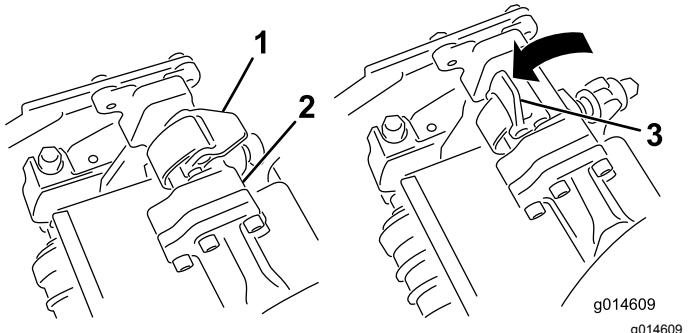
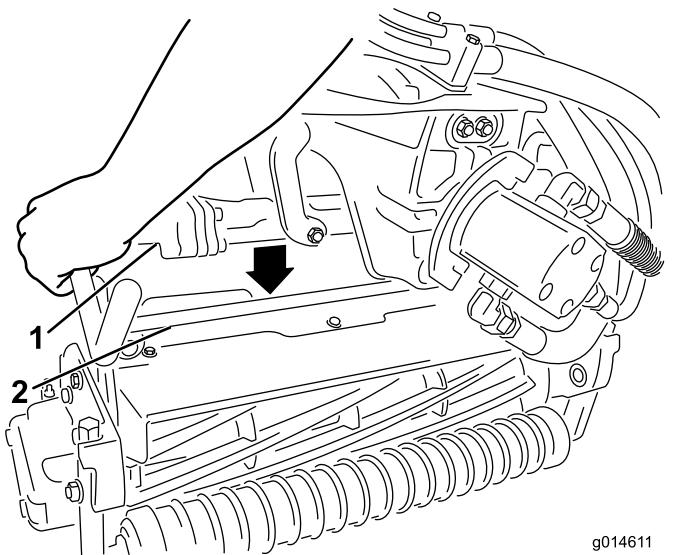

Figure 46
Figure 47
3. Les verrous de la barre de bras de suspension étant orientés en haut (c.-à-d. ouverts) (Figure 46), poussez le bras de suspension vers le bas pour que la barre s'engage sur la barre transversale au sommet de l'unité de coupe (Figure 47).
4. Fermez les verrous autour de la barre de l'unité de coupe et bloquez-les en place (Figure 46).
4. Ouvrez les verrous sur la barre du bras de suspension appartenant à l'unité de coupe que vous voulez déposer (Figure 46).